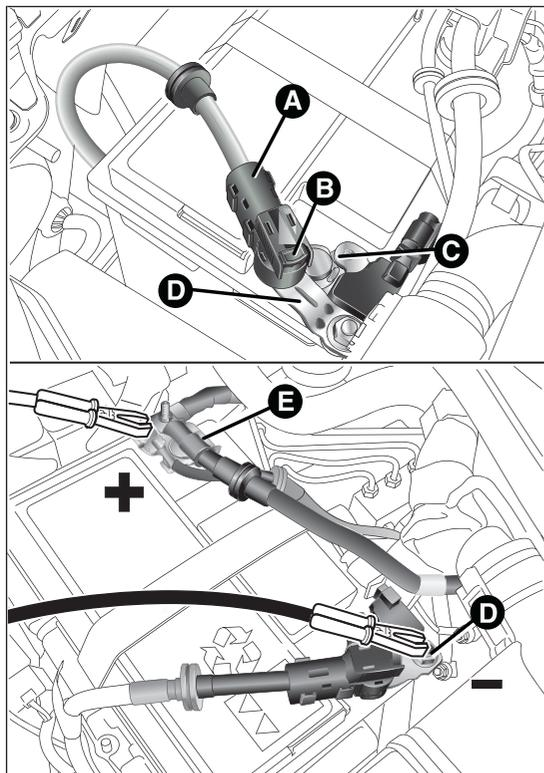

fig. 143
- débrancher le connecteur A fig. 143 (en appuyant sur le bouton B) du capteur C de contrôle de l'état de la batterie, installé sur le pôle négatif D de cette dernière ;
- après avoir débranché l'appareil de recharge, rebrancher le connecteur A fig. 143 au capteur C, selon les indications de la figure.